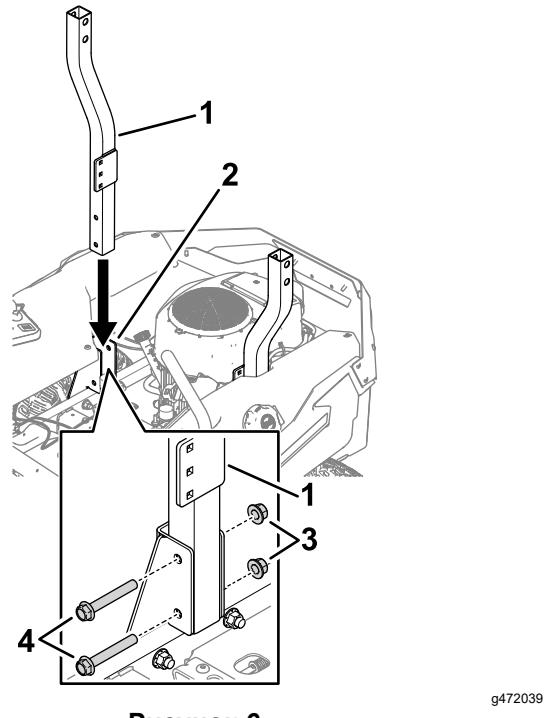

Рисунок 6
2. Опустите трубу нижней защитной дуги в крепление конструкции ROPS и закрепите с помощью 2 болтов с шестигранной головкой (1/2 x 3-1/2 дюйма) и 2 контргаек (1/2 дюйма), как показано на Рисунок 6. Повторите эти действия на другой стороне.